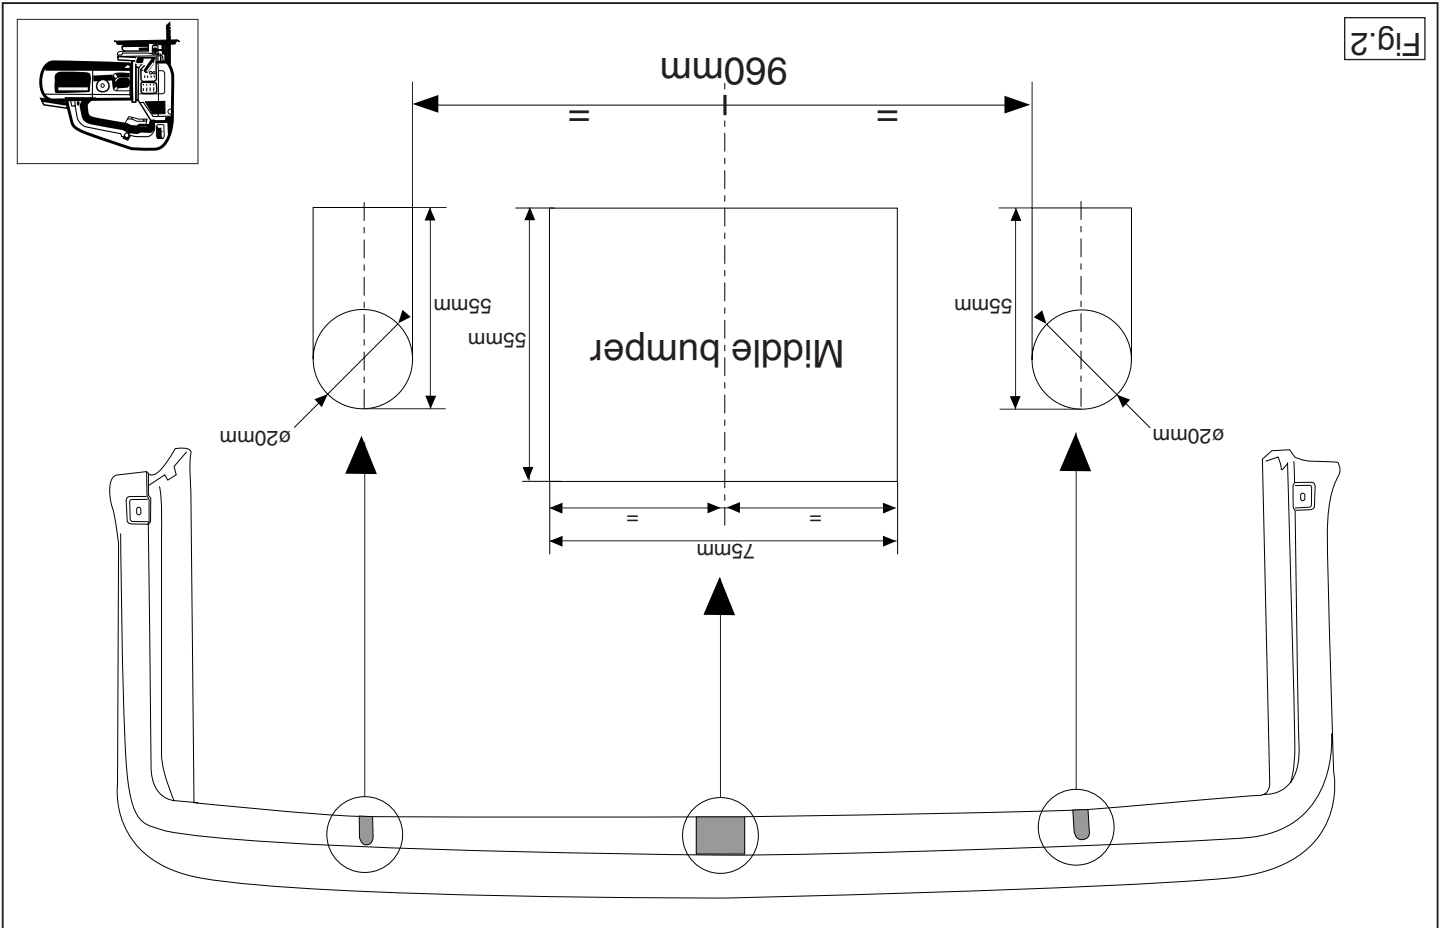

Fig.2
8. Saw out the portions as indicated in fig. 2.
8. Gemäß Abb. 2 die angegebenen Teile herauszügen.
8. Scier les parties indiquées conformément à la figure 2.
8. Såga ut delarna enligt fig. 2.